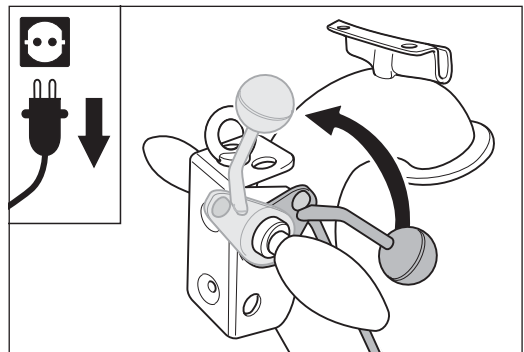

Abb. 11 Den Ablasshebel am Handgriff bis zum Anschlag nach oben ziehen. Dadurch wird die Schleifwalze vom Boden abgehoben.
- 5 Ziehen Sie den Ablasshebel am Handgriff bis zum Anschlag nach oben (Abb. 11). Dadurch wird die Schleifwalze vom Boden abgehoben.